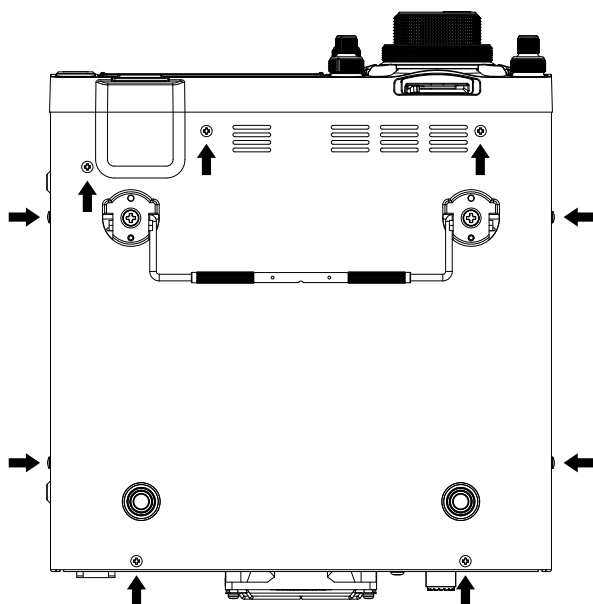

図1
2. 図1の矢印で示す9本のビスを外して、底面ケースを外します。